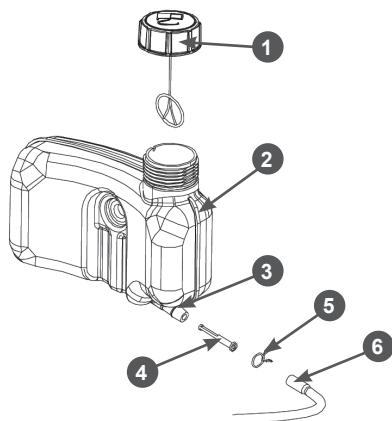

Рис. 19 Обслуживание топливного фильтра и топливного бака
2. Снимите хомут 5 топливного шланга и снимите шланг 6 со штуцера 3 топливного бака (Рис. 19).
4. Извлеките топливный фильтр 4 (Рис. 19). Проверьте его целостность и чистоту, при необходимости промойте чистым бензином или замените.